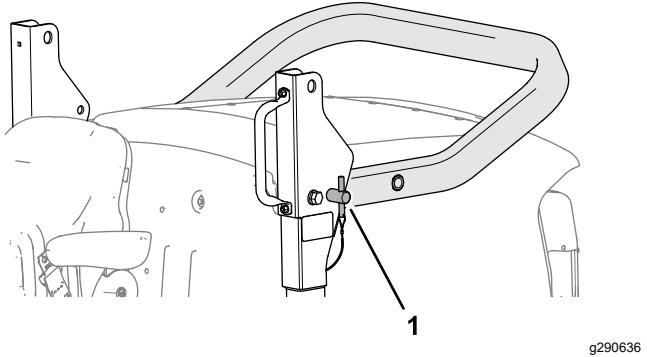

Figura 22
- Rimuovete i perni del roll bar dalle staffe orientabili (Figura 22).